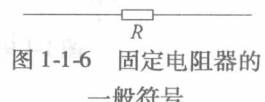

图 1-1-6 固定电阻器的一般符号
(1) 固定电阻器 电阻值不能调节的电阻器称为固定电阻器, 电路符号如图 1-1-6 所示。